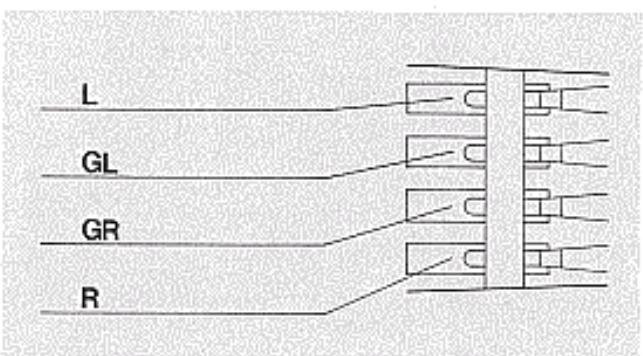

Fig. 15
3. Die Anschlüsse am Systemträger und Tonabnehmersystem sind gekennzeichnet (Fig. 15). Verbinden Sie die Anschlußlizen des Systemträgers mit den entsprechenden und gleich gekennzeichneten Anschlußstiften des Tonabnehmersystems.
3. The connection inputs on the cartridge holder and on the cartridge are color coded. Connect the leads on the cartridge holder to the correspondingly coded connection pins of the cartridge (fig. 15).